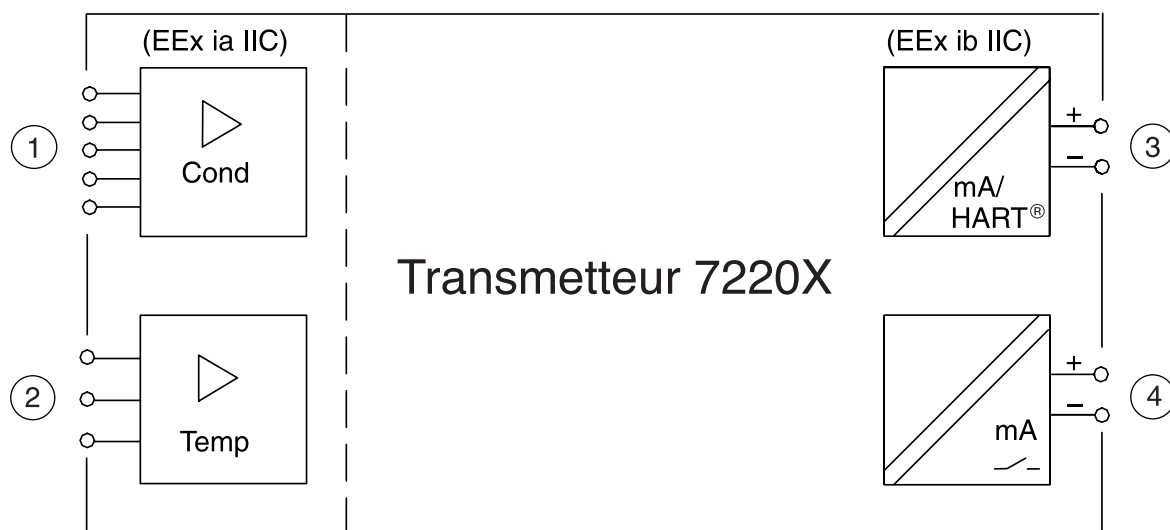

Fig. 2-1 Fonctions système du Transmetteur 7220X
La Fig. 2-1 montre les fonctions système. Il est possible de raccorder des cellules de mesure à 2 et 4 pôles ① et une sonde de température ②.